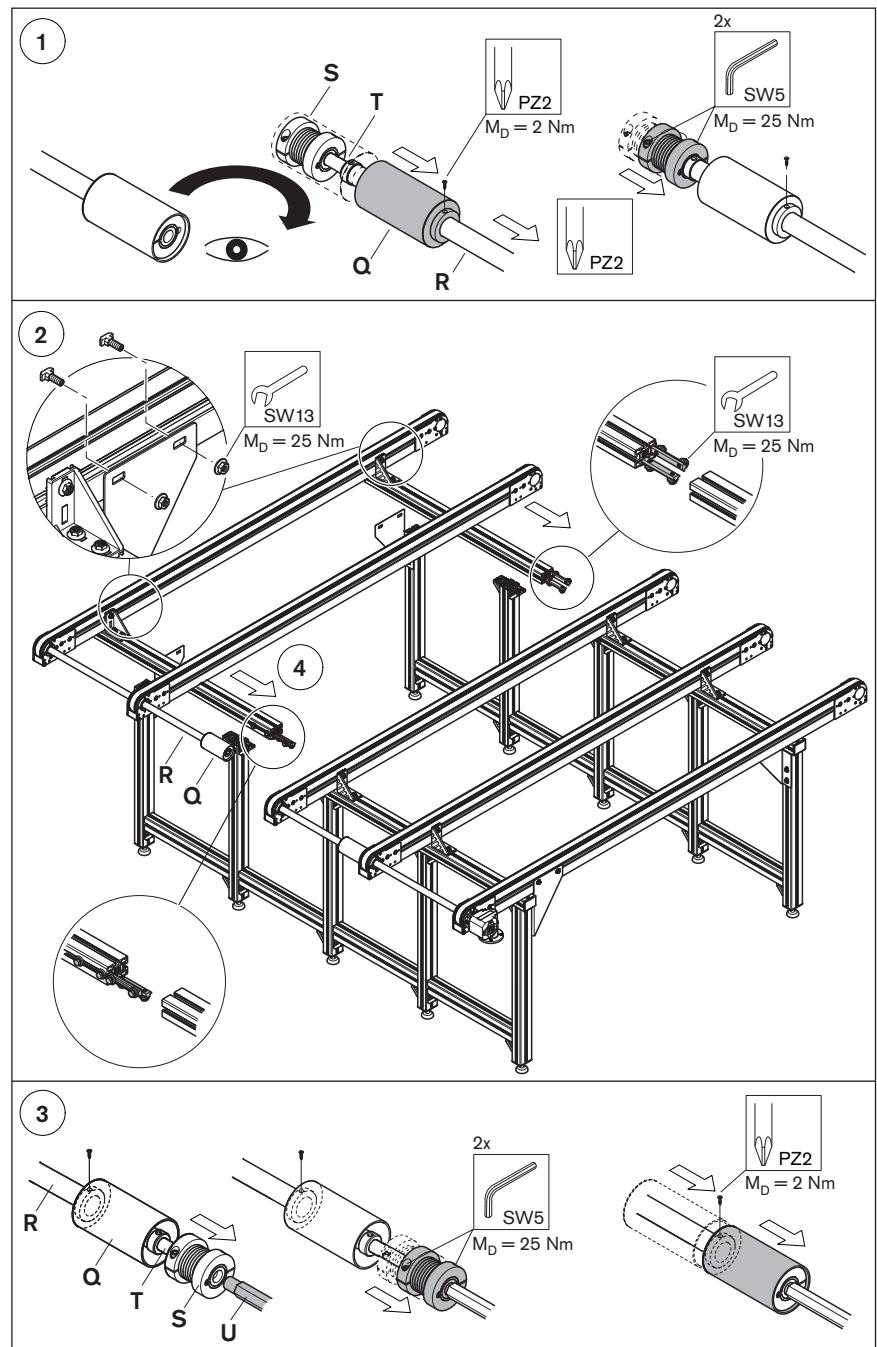

Fig. 8
- ▶ Raccordez le moteur en étoile ou en triangle conformément aux schémas de raccordement, voir « Fig. 8 », ainsi qu'au schéma de raccordement du bornier de connexion.
- ▶ Pour modifier le sens de rotation du moteur, permutez deux fils quelconques (L1, L2 ou L3, voir « Fig. 8 »).